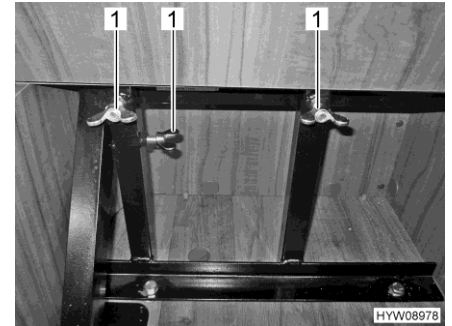

Bild 30 Säkra den hopfällbara stolen med vingmutter
- Säkra den hopfällbara stolen med vingmutter (Bild 30,1).